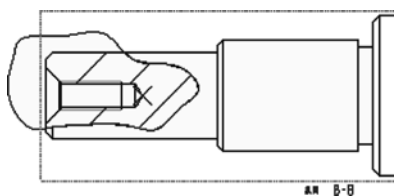

图 12-114 完成局部剖边界样条
- 7 在该点周围按照一定的顺序依次单击若干点来产生边界样条，单击鼠标中键完成样条，然后在“绘图视图”对话框中单击“应用”按钮，效果如图 12-114 所示。